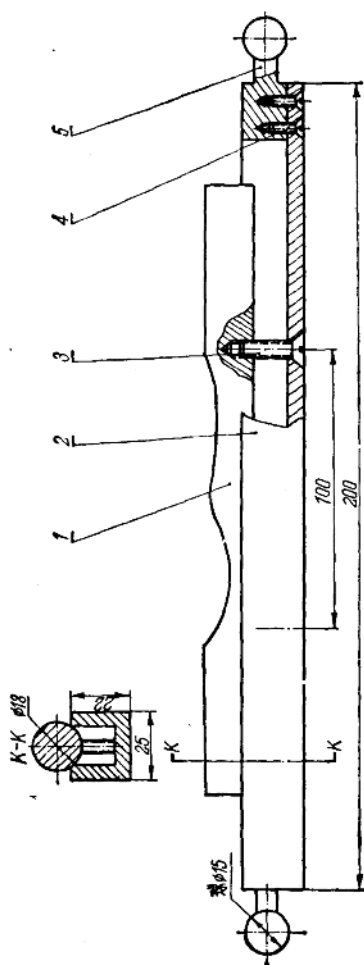

图 11 曲线尺装配图
3. 曲线尺 曲线尺架与正切尺架相同,为了便于车工师傅自己制作曲线靠模。曲线尺结构为拆卸式的,加工不同形状曲线只需更换放在曲线尺架上的尺体就可以了。尺体为直径16~20毫米圆棒,通过二只M6螺钉与曲线尺架固定。曲线要求光滑连续,坡度不能过大。图11中所示的是加工橄榄手柄的曲线尺。